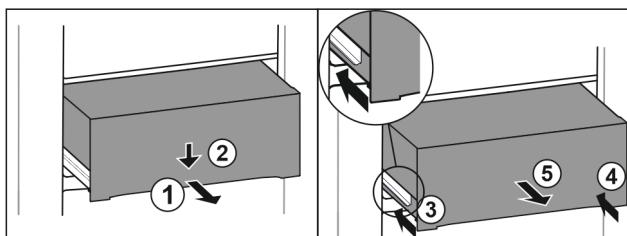

Fig. 119
- ▶ 将抽屉拉出一半。Fig. 119 (1)
- ▶ 朝下按压正面的抽屉。Fig. 119 (2)
- ▶ 将左侧轨道推入大约 2 cm。Fig. 119 (3)
- ▶ 将右侧轨道推入大约 2 cm。Fig. 119 (4)
- ▶ 朝前取出抽屉。Fig. 119 (5)